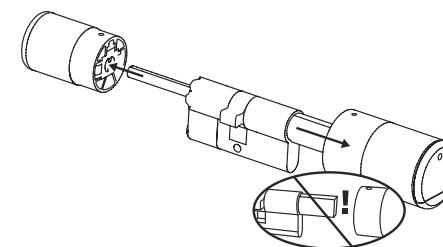

Fig. 3
- ③ Retirez complètement le bouton de la face extérieure et reculez le bouton de la face intérieure aussi loin que possible (Fig. 3).